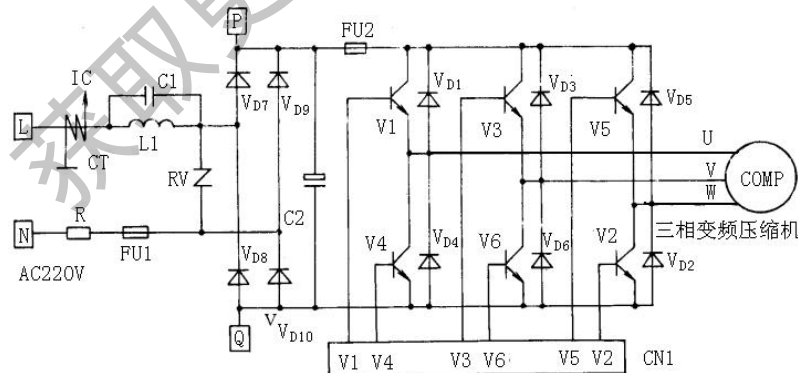

图1-3 变频器主电路
(3)功率逆变器原理。功率逆变器(又称变频模块)是将直流电转换为频率与电压可调的三相交流变流装置，电路如图1-3所示，其由六个功率晶体管组成以开关元件的交-直-交电路电控制线路使每只功率晶体管导通180°，且同一桥臂上两只功率晶体管一只导通时，另一只必须关断。相邻两相的元件导通相位差为120度，在为移相功率三极管， $V_{D1} \sim V_{D6}$ 为续流二极管。当控制器输出信号时， $V1 \sim V6$ 使功率逆通，从而输出频率变化的三相交流电使压缩机运转。
①测量绝缘电阻。
是将交流电转换为直流电的装置，采用硅整流元件桥式连接，相电源输入。一般变频空调器电功率在2kW以下多采用单相电源时，多采用三相电源输入。单相与三相整流电路不同之处只是二极管。三相变频整流后续电路和单相变频整流后续电路完全该电容量较大一般在75~150 μF之间，具体容量大小要根据变频图1-3所示。
②测量运转电流。由于变频器输入和输出电流都含有各种高次谐波成分，故测量电流时需选用电磁式仪表，因电磁式仪表所指示的是电流的有效值。
③测量主电路波形。用示波器测主电路电压和电流波形时必须使用高压探头，如使用低压探头须用互感器或其它隔离器件进行隔离。
④测量整流器与逆变器。如图1-3所示，断开逆变器输入输出端，测量逆变器直流电阻值是否正常。变频器的电阻测量状态如表1-1所示。